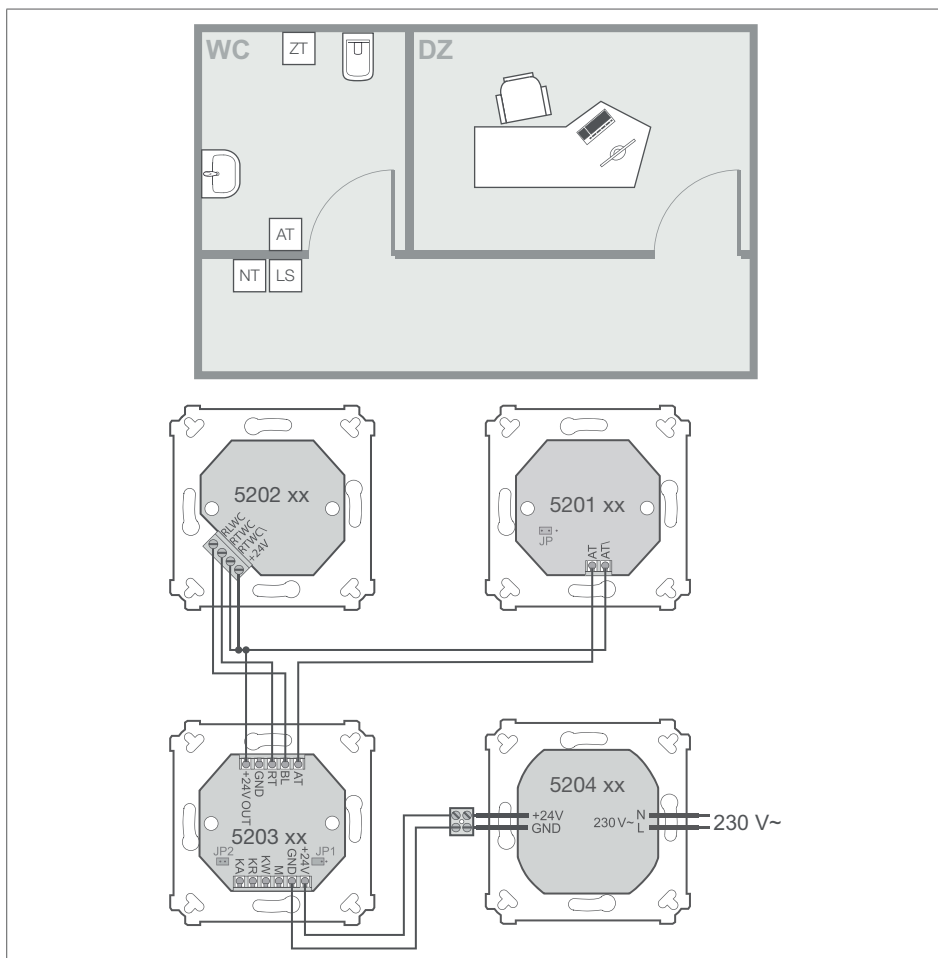

Bild 15: Kabeldragning standardsystem för ett toaletterum
- Anslut enheterna enligt kopplingschemat (bild 15).